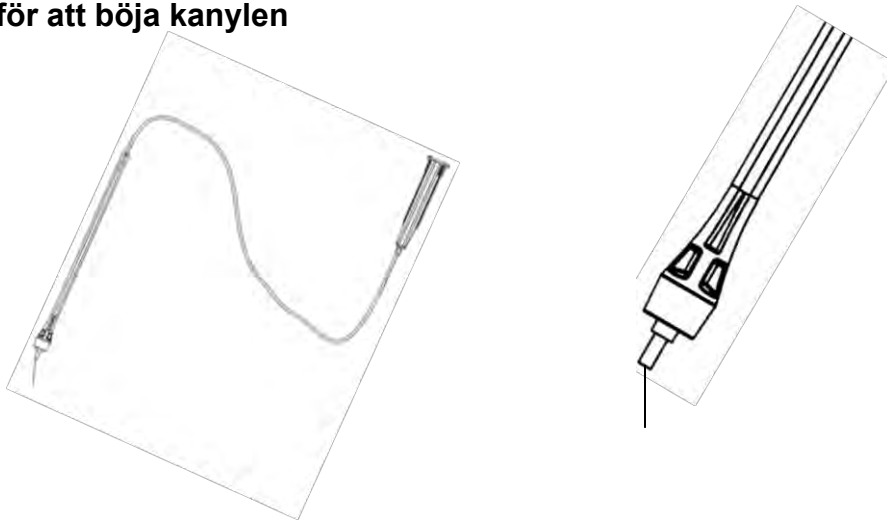

Bild 2
2. Den får endast böjas i en liten vinkel (bild 2), högst 45° från ursprungspositionen eftersom detta försvagar kanylens fästning.